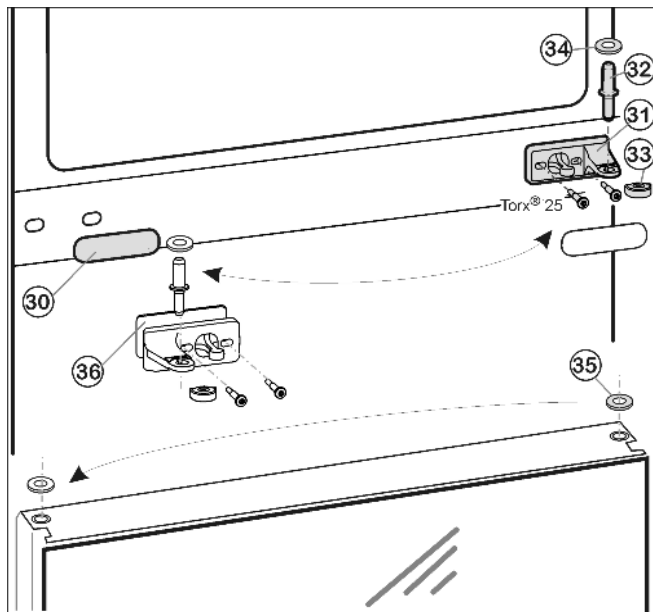
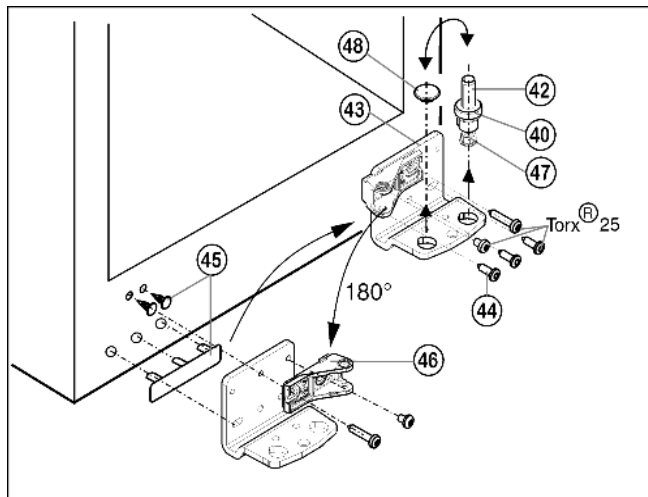

Fig. 11
Fig. 12
- ▶ Вытащите средний опорный палец *Fig. 11 (32)* с шайбой *Fig. 11 (34)* из опорного кронштейна и нижней дверцы.
- ▶ Снимите пластмассовый колпачок *Fig. 11 (33)*.
- ▶ Открутите средний опорный кронштейн *Fig. 11 (31)* (2 шт. Torx® 25).
- ▶ Осторожно снимите накладку Fig. 11 (30).
- ▶ Прикрутите средний опорный кронштейн Fig. 11 (31) с подкладкой Fig. 11 (36) с поворотом на 180° на новую сторону шарнира (с моментом 4 Нм).
- ▶ Защелкните накладку Fig. 11 (30), повернув на 180°, на стороне, где теперь будет ручка.
- ▶ Переустановите шайбу Fig. 11 (35) на двери.
- ▶ Извлеките опорный винт Fig. 12 (42) в комплекте с шайбой Fig. 12 (40) и регулируемой опорой Fig. 12 (47), вытягивая его вверх.
- ▶ Снимите пробку Fig. 12 (48).
- ▶ Открутите Fig. 12 (43) опорный кронштейн Fig. 12 (44).
- ▶ Осторожно снимите и переставьте на противоположную сторону крышку и заглушки со стороны ручки Fig. 12 (45).
- ▶ Снова прикрутите нижний опорный кронштейн Fig. 12 (43) на новой стороне шарнира (с моментом 4 Нм). При необходимости используйте аккумуляторный шурупверт.
- ▶ Открутите опорную деталь Fig. 12 (46) и снова прикрутите внутри с поворотом на 180°, закрутив длинные винты в удлиненные отверстия!
- ▶ Переставьте пробку Fig. 12 (48) в свободное отверстие.
- ▶ Вновь установите опорный винт Fig. 12 (42) с шайбой и регулируемой опорой. При этом фиксатор должен быть направлен назад.
- ▶ Установите дверцу сверху на нижний опорный палец Fig. 12 (42).
- ▶ Снова наденьте пластмассовый колпачок Fig. 11 (33) на средний опорный кронштейн Fig. 11 (31).
- ▶ Вставьте средний опорный палец Fig. 11 (32) на новой стороне шарнира через средний опорный кронштейн Fig. 11 (31) в нижнюю дверцу.
- ▶ Установите шайбу Fig. 11 (34) на средний опорный палец Fig. 11 (32).
- ▶ Установите верхнюю дверцу на средний опорный палец *Fig. 11 (32)*.
- ▶ При необходимости выровняйте дверцы через продольные пазы в нижнем опорном кронштейне *Fig. 12 (43)* и среднем опорном кронштейне *Fig. 11 (31)* параллельно корпусу устройства. Для этого выкрутите средний винт на нижнем опорном кронштейне *Fig. 12 (43)*.